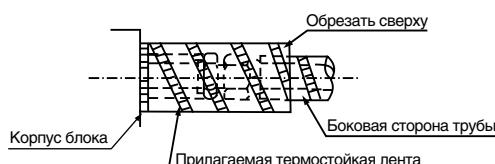

Рис. 4-3
- Диаметр соединительных труб внутреннего блока для R410A (рис. 4-3).